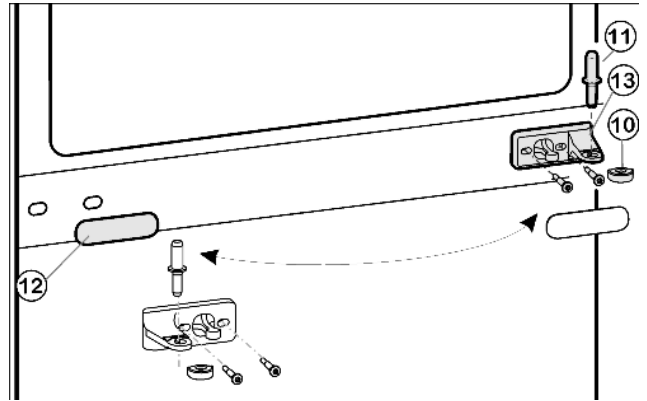
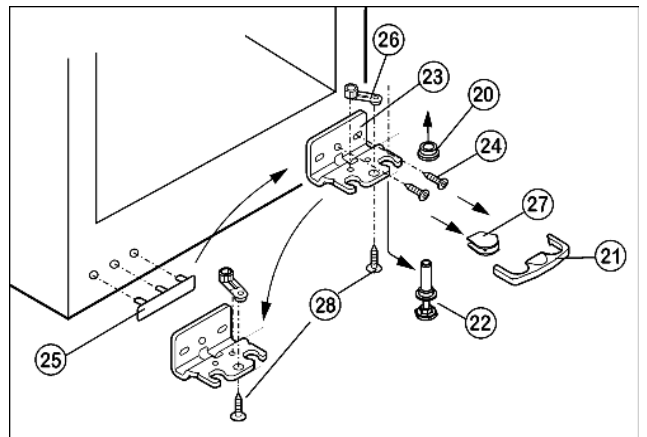

Fig. 5
Fig. 6
- Retirer le pivot d'appui central Fig. 5 (11) de sa charnière et de la porte inférieure.
- Retirer le capuchon en matière plastique Fig. 5 (10).
- Démontez la charnière du milieu Fig. 5 (13).
- Retirer avec précaution le panneau-cache Fig. 5 (12).
- Placer la charnière du milieu Fig. 5 (13) tournée à 180° du nouveau côté de la charnière.
- Faire encliqueter le panneau-cache Fig. 5 (12) tourné à 180° du nouveau côté de la poignée.
- Enlever le dispositif d'arrêt Fig. 6 (21) vers l'avant.
- Enlever le cache Fig. 6 (27) en bas.*
- Visser entièrement le pied réglable. Fig. 6 (22)
- Enlever le pivot Fig. 6 (22) vers le bas et vers l'avant. Ce faisant, respecter la douille de charnière Fig. 6 (20).
- Dévisser la charnière Fig. 6 (23)(2 x vis Torx 25) Fig. 6 (24).
- Dévisser l'élément pivotant Fig. 6 (26)(1 x vis Torx 25) Fig. 6 (28) et le replacer dans le logement opposé de la charnière, ensuite le revisser.
- Soulever le cache Fig. 6 (25) du côté poignée avec précaution et le déplacer.
- Visser à fond la charnière Fig. 6 (23) sur le nouveau côté charnière avec une visseuse sans fil, en opérant à partir du trou oblong extérieur et du trou circulaire.
- Mettre le cache Fig. 6 (27) sur le côté opposé.*
- Le dispositif d'arrêt (21) doit s'enclencher latéralement sur la charnière afin de protéger les pivots d'appui et la porte.
- Replacer le dispositif d'arrêt (21) sur la charnière.
- Remettre en place la douille de charnière Fig. 6 (20).
- Placer la porte supérieure par le haut sur le pivot d'appui inférieur Fig. 6 (22).
- Remettre le capuchon en plastique Fig. 5 (10) sur la charnière du milieu Fig. 5 (13).
- Placer le pivot du milieu Fig. 5 (11) sur le nouveau côté charnière à travers la charnière du milieu Fig. 5 (13) dans la porte inférieure.
- Placer la porte supérieure sur le pivot du milieu Fig. 5 (11).
- Placer la vis du milieu dans la charnière Fig. 6 (23) inférieure dans un trou oblong vide.
- Ajuster les portes évent. au-dessus des deux trous oblongs la charnière inférieure Fig. 6 (23) et la charnière du milieu Fig. 5 (13) en alignement avec l'habillage de l'appareil.